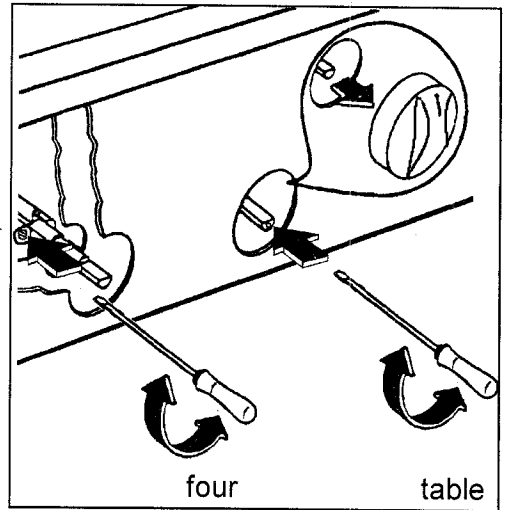

fig.11
4. Dévissez ou vissez la vis pointeau (qui se trouve dans l'axe du robinet fig. 11) jusqu'à l'obtention d'une flamme très courte mais stable pour le gaz naturel. Pour le gaz butane - propane, vissez totalement la vis dans le sens des aiguilles d'une montre.
4. Dévissez la vis pointeau (fig. 11) d'environ 3 tours.